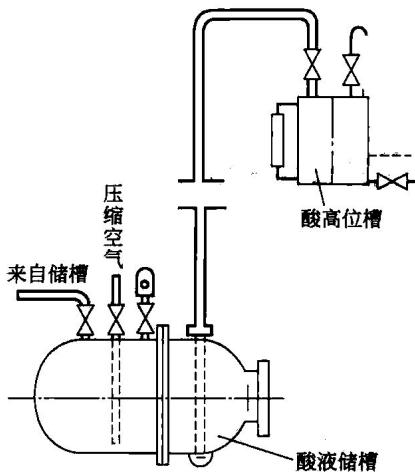

图 1-2 压缩空气输送硫酸的流程
【案例3】压缩气体送料：化工生产过程中如果需要远距离输送腐蚀性物料，一般采用压缩空气或惰性气体代替输送机械来输送物料，这种通过压缩空气实现物料输送的操作称为压缩空气送料。压缩气体送料是一种由低处向高处送料的情况。通过给上游流体施加一定的压力来完成物料的输送过程。但此操作流量小且不易调节，只能间歇输送物料。压缩空气送料时，空气的压力必须能够保证完成输送任务。图1-2是压缩空气输送硫酸的流程。
- 图 1-2 中，酸液储槽中的酸是通过_____的方式被送入酸高位槽的，这种送料方式称为_____送料。